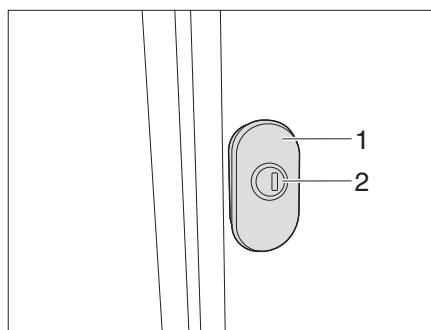
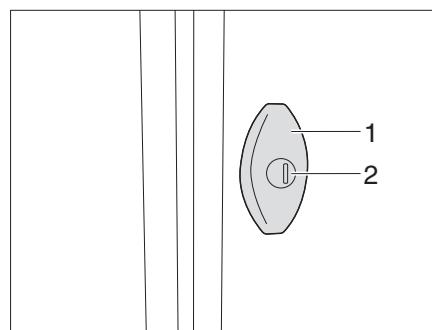

Fig. 30 Cerradura tensora giratoria (variante 1)
Fig. 31 Cerradura tensora giratoria (variante 2)
- Introducir la llave en el cilindro de cierre (Fig. 30/Fig. 31,1) y girarla un cuarto de vuelta. Se desbloqueó la cerradura de la trampilla.
- Tirar de la cerradura tensora giratoria (Fig. 30/Fig. 31,2) y girarla 180° en sentido contrario a las agujas del reloj. La trampilla exterior está abierta.